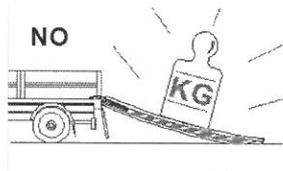

Fig. 1
- Controlar que el peso del vehículo (incluyendo al operador, líquidos y accesorios) esté bien distribuido tanto sobre ambas rampas como sobre su distancia entre ejes y que también dicho peso esté comprendido entre los parámetros de capacidad indicados en las rampas (**Fig. 1**)